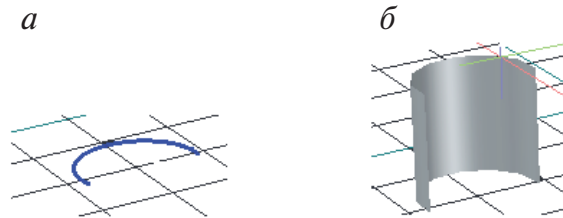

Рис. 164. Выдавливание незамкнутого контура:
При выдавливании незамкнутого объекта получается поверхность (рис. 164, б). Начертим дугу по трем точкам и выдавим ее.
**ДУГА** Конечная точка дуги: укажем курсором любую точку чертежа. Дуга показана на рис. 164, а.
конусности Выражение] <0.0000>: 200.↵ вводим высоту тела, а курсором показываем направление высоты (см. рис. 164, б).